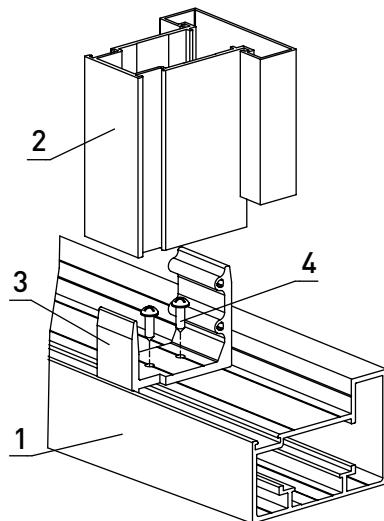

Рис. 70. Установка соединителей под вертикальный разделятельный импост (столб)
- установка соединителей под вертикальный разделятельный импост (столб) (*рис. 70*).